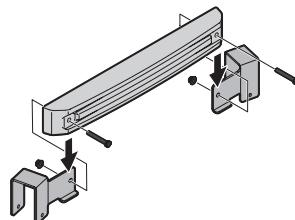

Figura 37
1. Sujete el soporte de montaje izquierdo y el soporte de montaje derecho a la barra de peso con dos tornillos de 2-1/2" (710-0859) y tuercas con brida de 3/8" (712-04065) del paquete de herrajes 689-02200. Consulte la Figura 37.